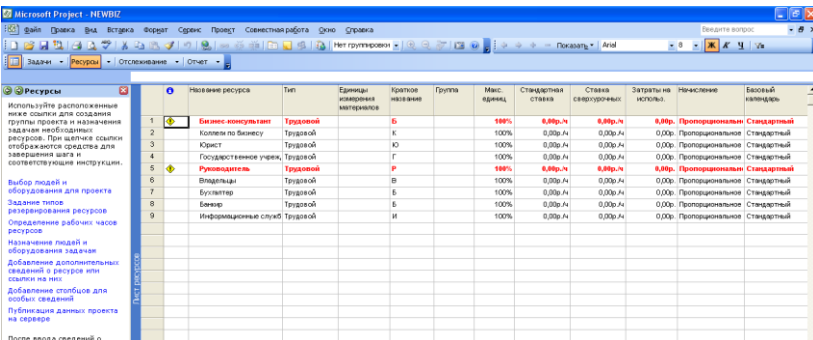

Рис. 100. Подання *Лист ресурсов*
– *View (Bud) – Resource Sheet (Лист ресурсов)* (рис. 100):